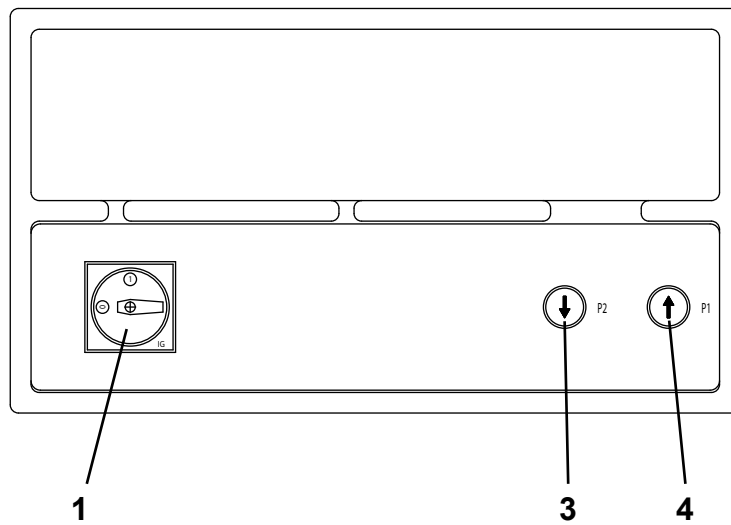

Fig. 42
**Salita.** (Rif. Fig.42) Interruttore generale (1) in posizione 1. Premere il pulsante di salita (4) fino al raggiungimento dell'altezza voluta.
**Discesa.** Premere il pulsante di discesa (3) (il ponte sale brevemente per disinserire gli arpioni di arresto, poi scende).
**Up -** (Ref. Fig. 42) Master switch (1) in position 1.
**Heben.** (Zu Abb. 42). Hauptschalter (1) in Schaltstellung "1" setzen. Die Taste "Heben" (4) drücken, bis die gewünschte Höhe erreicht wird.
**Senken:** Die Taste "Senken" (3) drücken (die Hebebühne fährt zum Ausklinken der Sperrklinken kurz hoch und dann herunter).
**Arretierung der beweglichen Fahrbahnen:** Die beweglichen Fahrbahnen über den Hebel (6) arretieren und entriegeln.
**Parken (\*).** Die Taste (5).
**Montée.** (Réf. Fig. 42) Interrupteur principal (1) sur la position 1. Appuyer sur le bouton-poussoir de montée (4), jusqu'à obtention de la hauteur souhaitée.
**Descente:** Appuyer sur le bouton-poussoir de descente (3) (le pont se soulève légèrement pour dégager les griffes d'arrêt, puis descend).
**Subida.** (Ref. Fig.42) Interruptor general (1) en posición 1.